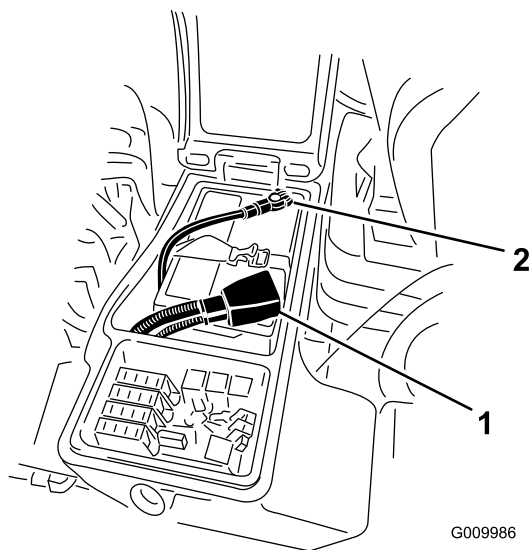

Figura 59
3. Rimuovete il cavo negativo (nero) dal morsetto negativo (-) e il cavo positivo (rosso) dal morsetto positivo (+) della batteria (Figura 59).
6. Collegate il cavo positivo (rosso) al terminale positivo (+) e il cavo negativo (nero) al terminale negativo (-) della batteria (Figura 59).